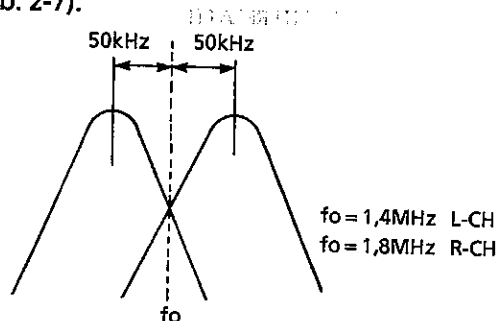

Abbildung 2-7.
2. TP6306 [TP6305] (HiFi-Einheit) und TP6307 (Masse) signale mit dem Spektrum-Analyzer auswerten. R6354 [R6362] so einstellen, daß der Spektrum-Analysator 50 ± 5 kHz anzeigt (siehe Abb. 2-7).